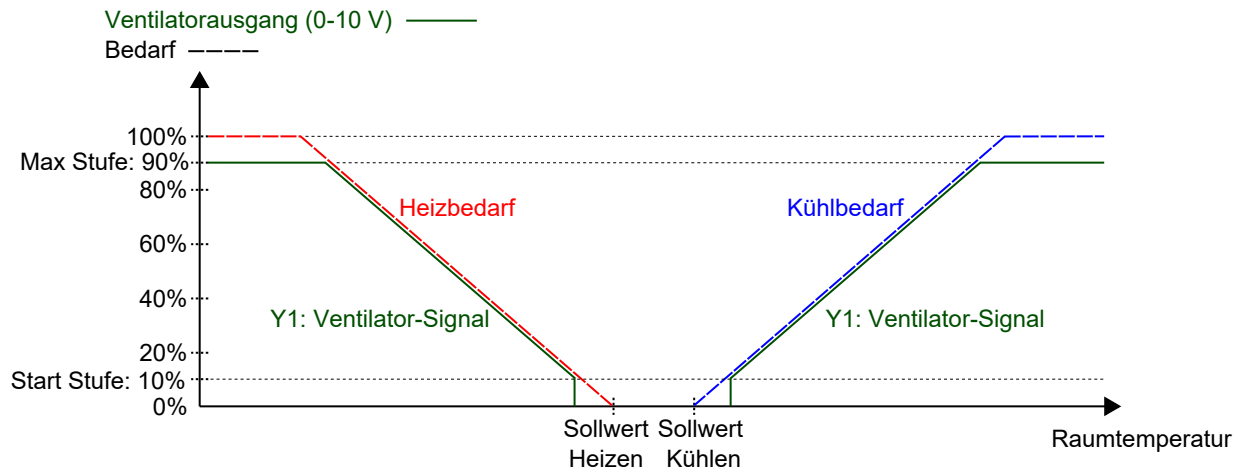

Bild 2-27 Verhalten der EC-Ventilatorregelung im Automatikbetrieb
Im Automatikbetrieb entspricht das Y1-Signal dem aktuellen Heiz- bzw. Kühlbedarf, wie in *Bild 2-27* dargestellt.
*Bild 2-27* zeigt das Verhalten der EC-Ventilatorregelung im Automatikbetrieb, wenn eine Obergrenze von 90% für das Ausgangssignal der Ventilatorstufe und ein Schwellenwert von 10% für den Heiz- und Kühlbedarf eingestellt ist, bei dem der Ventilator starten soll.